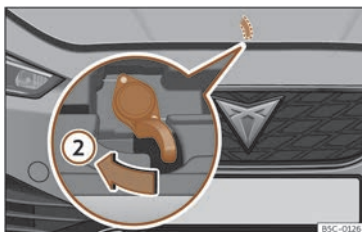

Fig. 218 Panca baixo o capó.
>>> **fig. 218 ②**. Os ganchos de suxeición quedan desbloqueados.